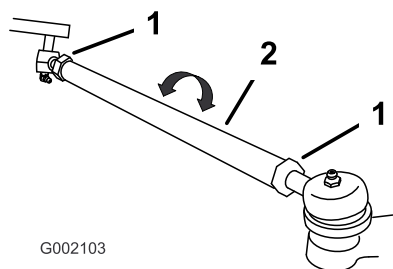

図 54
7. 前後の測定値の差が所定範囲 06mm にならない場合は、タイロッド両端のジャムナットをゆるめて調整を行う 図 54。